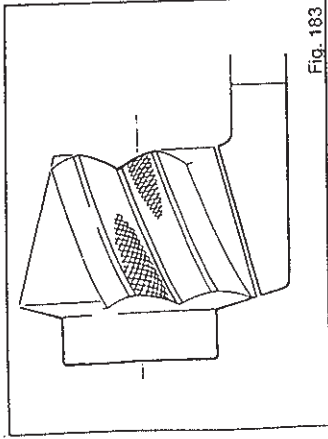

Fig. 183
- Si le jeu de denture est tel que montré sur la figure 183, monter une cale plus épaisse.